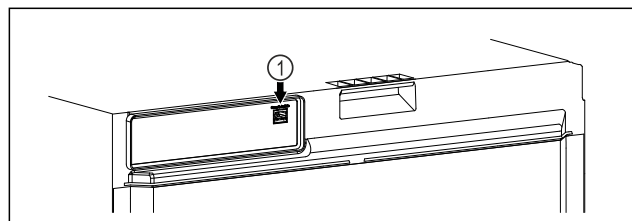

Fig. 110
- ❑ SmartModule Fig. 110 (1) è inserito.